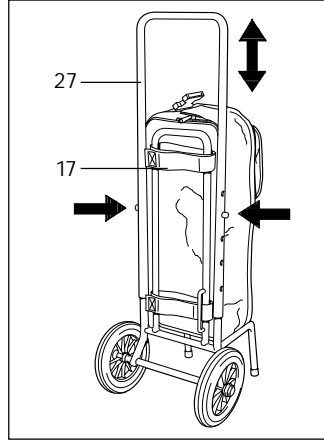

Abb. 12
- OXYTRON®2 Mobil mit den Spannbändern (17) auf dem Caddy (27) gemäß Abb. 12 befestigen.